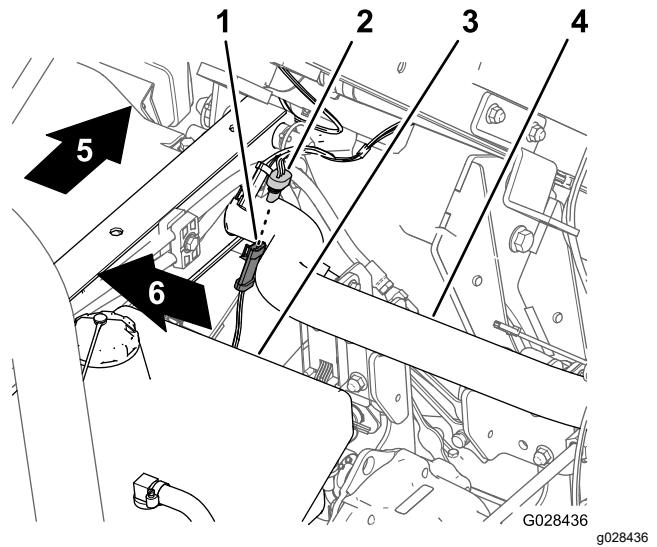

Figure 17
1. Sur le faisceau de câblage du pulvérisateur, localisez le connecteur à 3 douilles du circuit du capteur de vitesse (Figure 17).
- Branchez le connecteur à 3 broches du faisceau du capteur de vitesse sur la machine au connecteur à 3 douilles du faisceau du capteur de vitesse sur le pulvérisateur (Figure 17).